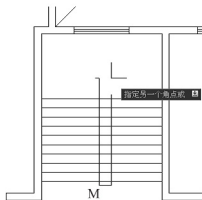

图 2.116 绘制矩形的左下角点
(2) 单击【绘图】工具栏上的【矩形】图标  或在命令行输入“REC”并按 Enter 键, 启动【矩形】命令。
① 在指定第一个角点或[倒角(C)/标高(E)/圆角(F)/厚度(T)/宽度(W)]: 提示下, 输入“@-80, -110”后按 Enter 键。“@-80, -110”表示把矩形的左下角点绘制在刚才定义的相对坐标基本点偏左 80、偏下 110 处, 如图 2.116 所示。